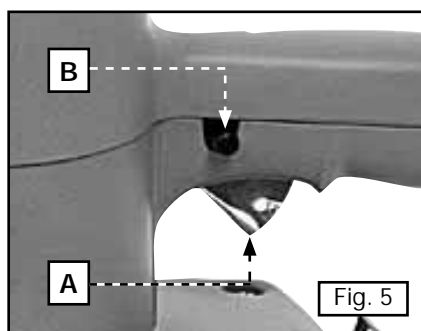

Fig. 5
Esta lijadora tiene un gatillo interruptor (A) Fig. 5, y un botón fijador (B), localizado en el lado izquierdo de la empuñadura (agarradera). Encienda el motor presionando el disparador. Pare el motor release/versión el disparador. Para guardar el motor el ejecutarse sin sostener su dedo en el disparador, presione el disparador, empuje adentro en el botón que bloquea y release/versión el disparador. Para desenganchan el botón fijador, apriete y suelte el gatillo.